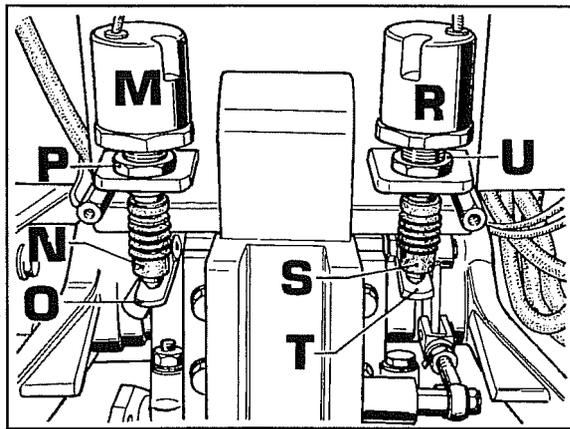
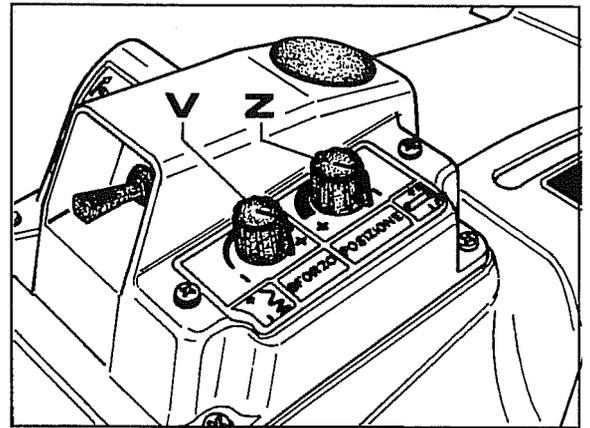

Abb. 54
Abb. 55
1. Den Sensor der Lageregelung **M** (Abb. 54) einstellen:
2. Den Sensor der Zugkraftregelung **R** (Abb. 54) einstellen:
- b. Beide Rheostaten **V-Z** (Abb. 55) bis zum Anschlag im Uhrzeigersinn verdrehen.
- d. Den Rheostaten **V** in der Richtung des Vorzeichens (-) verdrehen. Wenn der Kraftheber sich nicht hebt, ist die Einstellung korrekt vorgenommen. Wenn der Kraftheber das Gerät dagegen aushebt, ist eine weitere Einstellung vorzunehmen. Auf dem Sensor der Zugkraftregelung **R** Abb. 54 folgendermaßen vorgehen:
- e. Für die Prüfung der Einstellung des Sensors **M** Abb. 54 der Lageregelung ist folgendes erforderlich:
- e2. Sicherstellen, daß der Rheostat **Z** (Abb. 55) auf das negative Vorzeichen (-) gedreht ist. Den Hebel **O** (Abb. 54) zum Steuern des Sensors mit der Hand nach oben drücken. Wenn der Kraftheber sich noch weiter senkt, ist die vorherige Einstellung zu wiederholen, und zwar folgendermaßen: